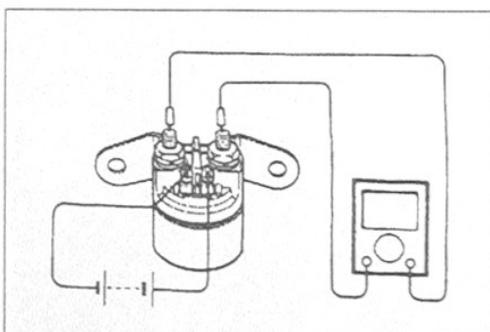

Bild 71
-  Durchgangsprüfung (Bild 71): Starterkabel vom Starterrelais trennen. Zündung einschalten, Kupplungshebel ziehen und Starterknopf drücken. Es muss Stromdurchgang zwischen den «Starkstrom»-Anschlüssen bestehen.